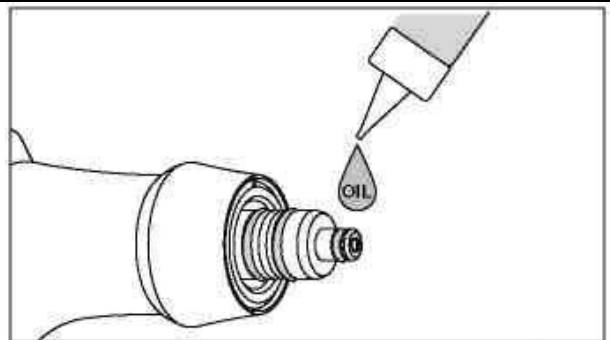

Рис. 14
1) Просушите секцию уплотняющих колец, капните каплю прилегающего машинного масла и разотрите пальцем. (Рис. 14)